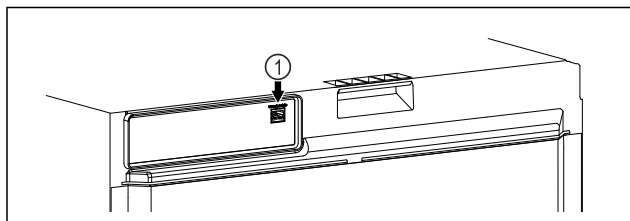

Fig. 114
- ☐ SmartModule *Fig. 114 (1)* ir ievietots.